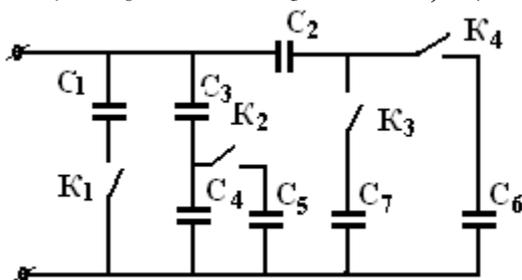

Рисунок 9.4
**Задание:** Определить эквивалентную емкость батареи конденсаторов, соединенных по схеме рисунок 9.4, при положениях ключей  $K_1$ ,  $K_2$ ,  $K_3$ ,  $K_4$  в